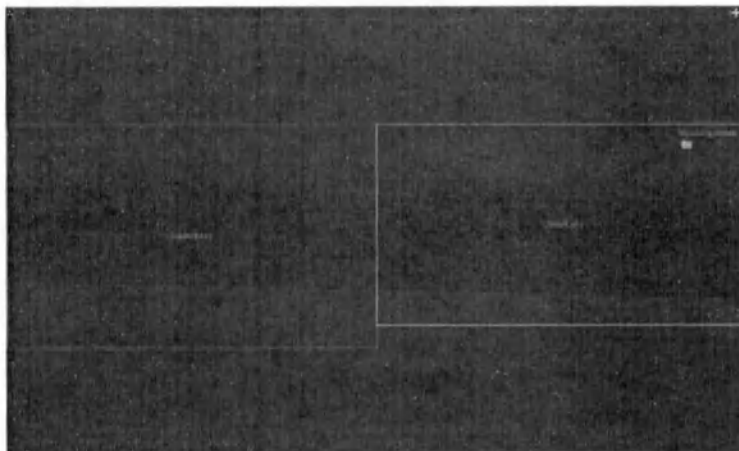

Рис. 162 Внешний вид окна работы с несколькими мониторами
- Откроется окно с рамками, условно отображающими мониторы в системе (Рис. 162 Внешний вид окна работы с несколькими мониторами);